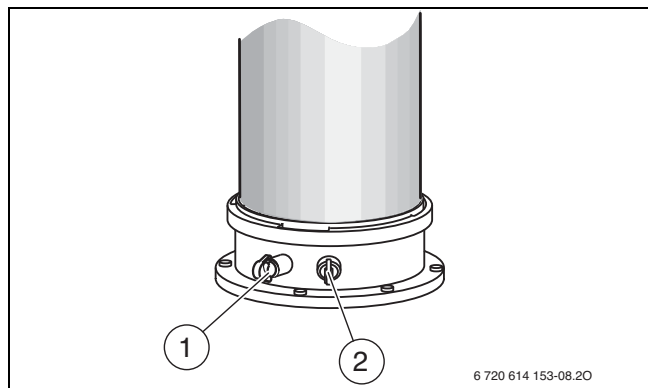

Fig. 38 Ponto de medição de gases queimados e ponto de medição do ar de combustão
- Remover tampão do ponto de medição de gases queimados [1] (→ fig. 38).